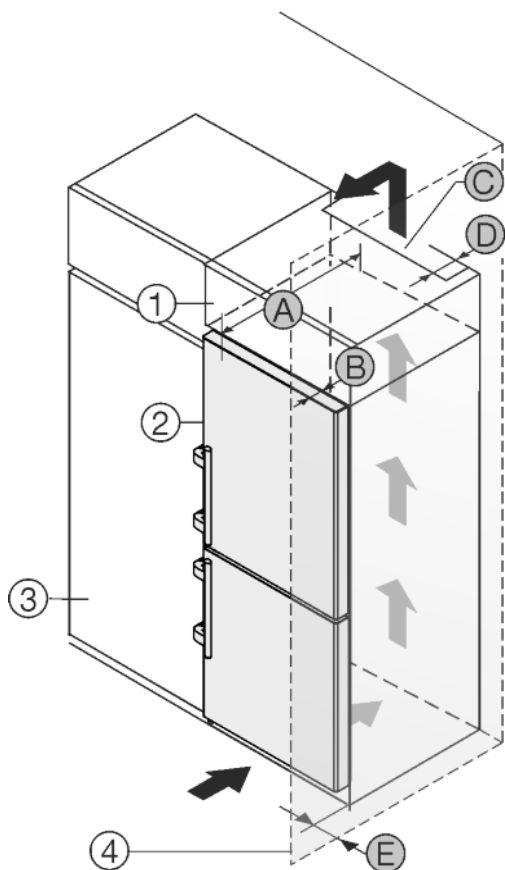

Fig. 13
Urządzenie może zostać obudowane szafkami kuchennymi. Aby dopasować urządzenie Fig. 13 (2) do wysokości ciągu szafek kuchennych, można nad urządzeniem umieścić szafkę nasadzaną Fig. 13 (1).
Urządzenie można ustawić bezpośrednio obok szafki kuchennej Fig. 13 (3). By móc całkowicie otworzyć drzwi, urządzenie musi wystawać przynajmniej o głębokość Fig. 13 (B) za front szafki kuchennej. W zależności od głębokości szafek kuchennych oraz od zastosowania elementów dystansowych urządzenie może wystawać jeszcze bardziej.
Jeżeli urządzenie ma być ustawione obok szafki kuchennej Fig. 13 (3), wymagany jest odstęp co najmniej 5 cm od urządzenia. By móc całkowicie otworzyć drzwi, urządzenie musi wystawać przynajmniej o głębokość Fig. 13 (B) za front szafki kuchennej. W zależności od głębokości szafek kuchennych oraz od zastosowania elementów dystansowych urządzenie może wystawać jeszcze bardziej.
- Na tylnej ścianie szafki nasadzonej wymagany jest wywiewny kanał wentylacyjny o głębokości Fig. 13 (D) na całej szerokości szafki.
- Pod sufitem pomieszczenia należy zachować przekrój odpowietrzający Fig. 13 (C).
Jeżeli urządzenie będzie ustawiane z zawiasami do ściany Fig. 13 (4), to pomiędzy urządzeniem i ścianą należy zachować odstęp Fig. 13 (E). Na taką odległość wystaje klamka przy otwartych drzwiach.